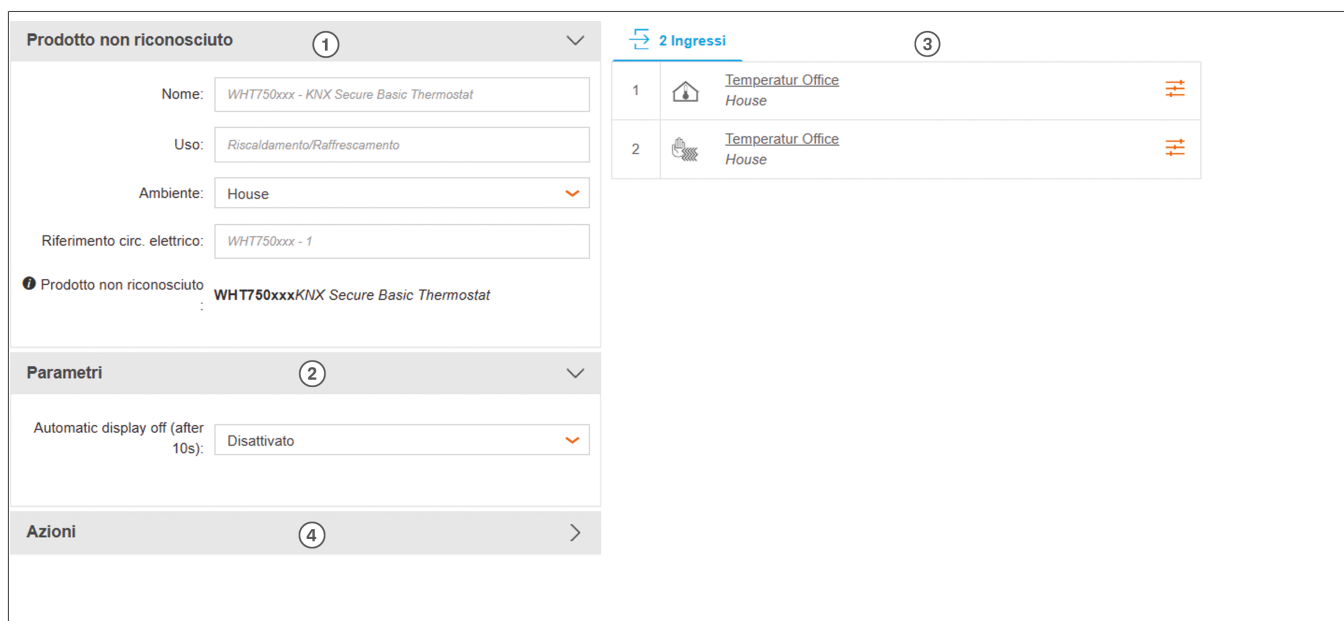

Fig. 4: Home page del termostato KNX Secure basic
Prodotto (Fig. 4, ①)
#### Parametri (Fig. 4, ②)
#### Ingressi (Fig. 4, ③)
#### Azioni (Fig. 4, ④)